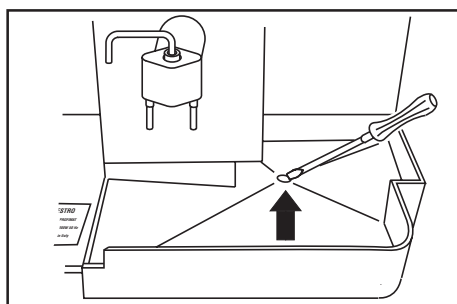

Fig. 4
- En la base del depósito recolector hay una abertura que normalmente está cerrada por un diafragma fino de plástico (fig. 4).